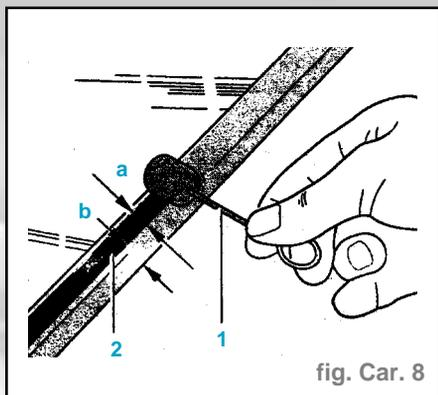

fig. Car. 8
- Application de primer (fig. Car. 8)
Application de primer (fig. Car. 8)